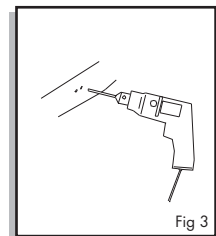

Fig 3
3. Using the drill bit, carefully drill the four holes. TIP: INSTALL ONE POST, THEN ASSEMBLE SLIDE BAR CONFIRM HOLE POSITION OF SECOND POST BEFORE DRILLING(Fig 3).
3. Use la broca para taladrar 4 orificios. DESPUÉS DE INSTALAR EL PRIMER MONTANTE, ENSAMBLE LA BARRA Y CONFIRME LA POSICIÓN DEL SEGUNDO MONTANTE ANTES DE TALADRAR(Fig 3).
3. À l'aide d'un foret, percer délicatement les quatre trous. CONSEIL : INSTALLER UN POTEAU, PUIS ASSEMBLER LA BARRE DE MONTAGE. VÉRIFIER LA POSITION DU TROU DU SECOND POTEAU AVANT DE PERCER(Fig 3).